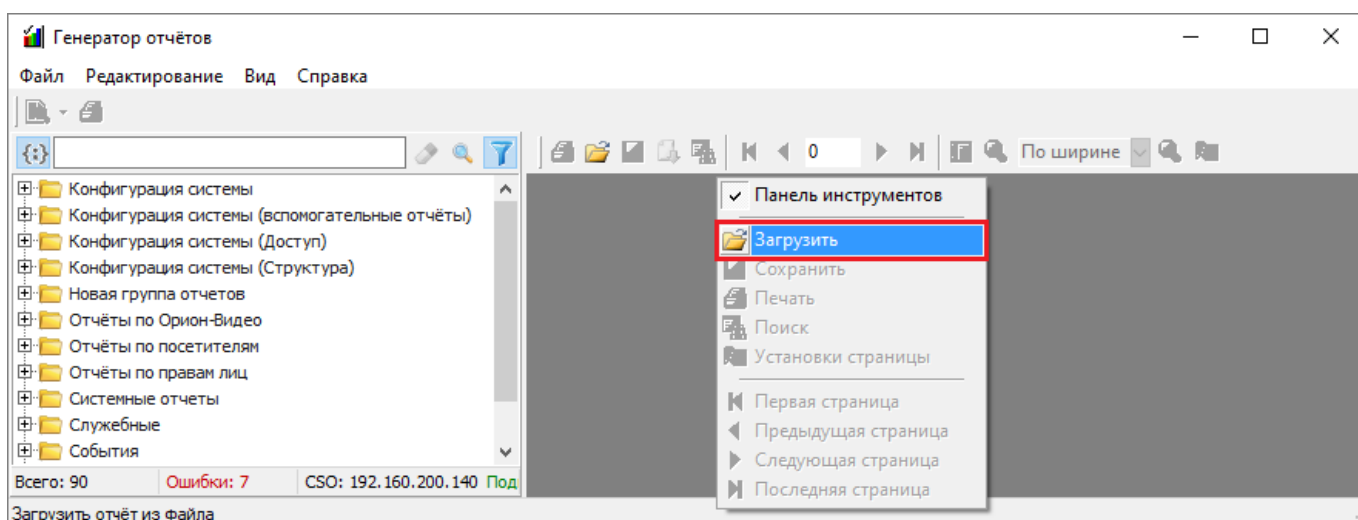

Рисунок 10-310 Загрузка отчета через контекстное меню области предварительного просмотра
- выберите в контекстном меню области предварительного просмотра (см. п. 10.5.5.1) пункт « Загрузить» (см. Рисунок 10-310),